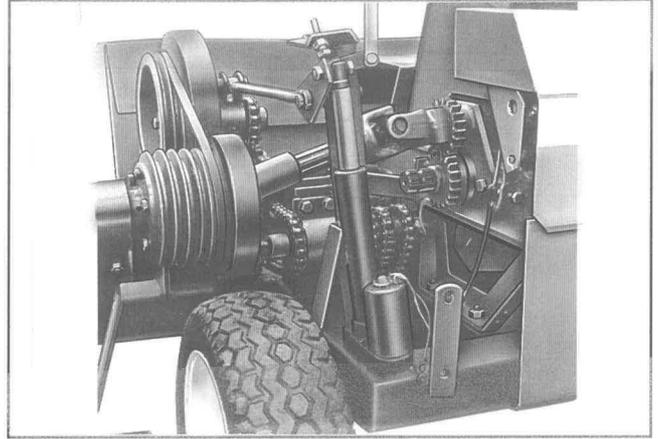

Fig.31
3. **Fig.31** Kraftoverføring for rotor sættes på tap for modsat omdrejningsretning af rotor.